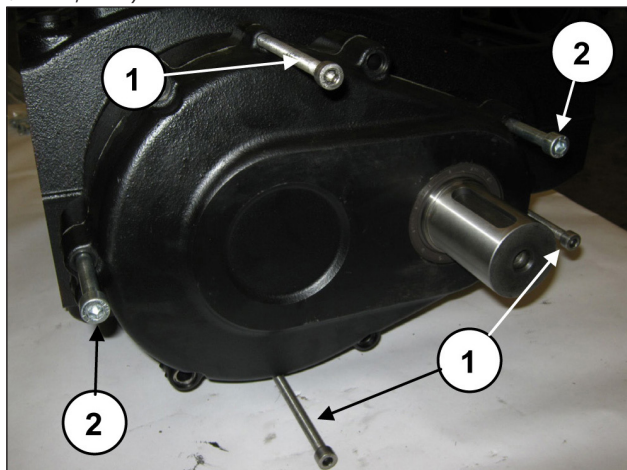

图5
通过提取器在专用孔中定位3个M8螺纹螺栓或螺丝 (位置①, 图5) · 并通过盖子支撑件定位足够长的两个螺丝M10 (位置②, 图5)。